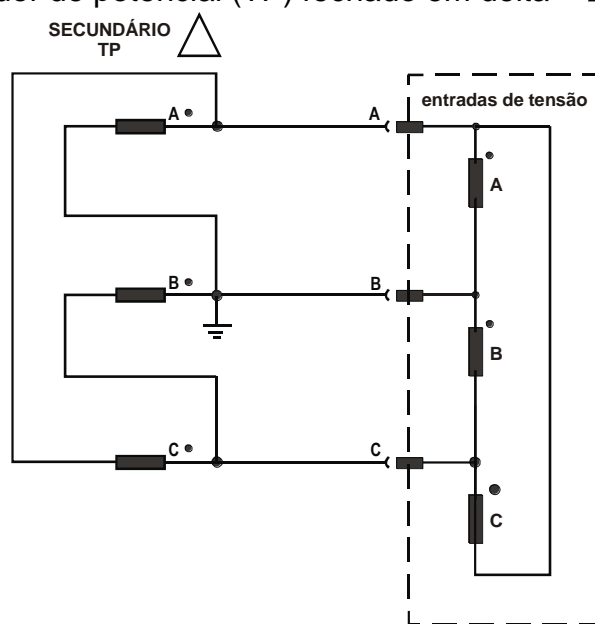

Figura 6: Conexão das entradas de tensão.
- secundário do transformador de potencial (TP) fechado em delta - Δ (vide figura 6);